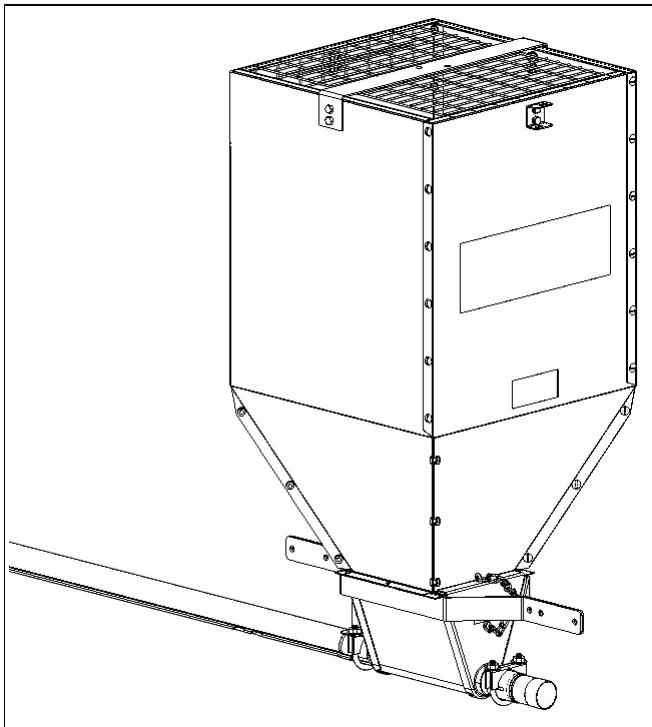

Рисунок 5J
- Переместите собранный бункер на верхнюю часть воронки и закрепите с помощью штифтов в сборе, прилагающихся к воронке в сборе. (см. рисунок 5J.)